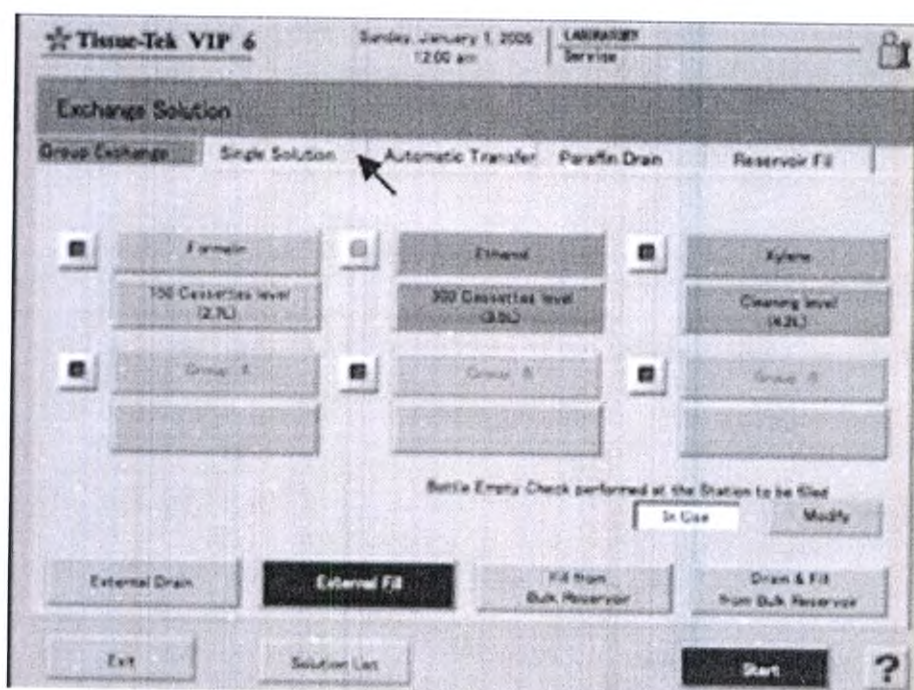

Рис. 28 Панель управления, вкладка «Один раствор»
7. Выберите закладку «**Single Solution**» (Один раствор) (Рис. 28).